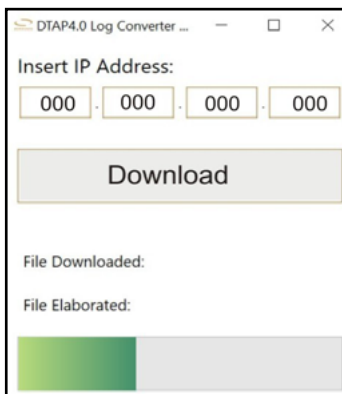
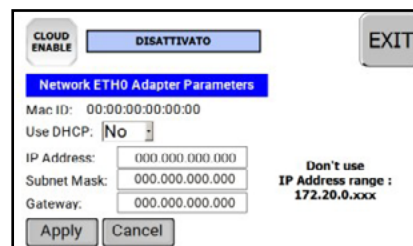

ABB. 10
ABB. 11
Das Programm hat eine einfache Benutzeroberfläche (Abb. 10), in der die IP Adresse der Steuereinheit eingegeben werden kann. Die IP Adresse wird auf der Seite der Netzwerkeinstellungen angezeigt (Abb. 11). Siehe Seite 24.
- Geben Sie die IP Adresse der Steuereinheit ein und betätigen Sie den Download Button (Abb. 10)
Die LOG files, welche erstellt werden, werden in Dateien zu je 1 Million Zyklen separiert. Der Grund liegt in der Begrenzung der Programme Excel und Calc (Open Office), welche zum Öffnen der konvertierten Dateien verwendet werden (.csv). Es wird eine Kopie der SD-Karte der Steuereinheit erstellt und dann mit der Ausführung der Datei fortgefahren. Ein Fortschrittsbalken zeigt den aktuellen Stand von "File download" (Dateien heruntergeladen) und "File Elaborated" (Datei erstellt) an (Abb. 10).